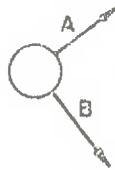

FIGURA 12
a) Representando gráficamente la 1ª relación tendremos la figura 12: